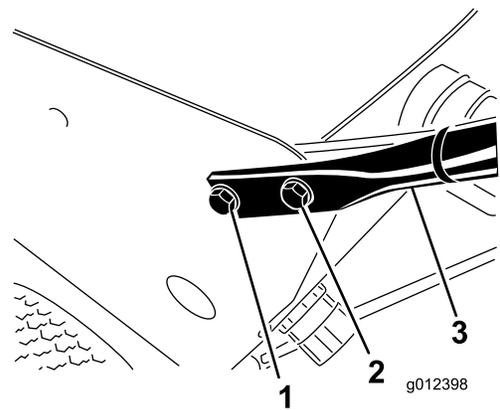

Bild 4
4. Wählen Sie eines der oberen Befestigungslöcher und positionieren Sie den Griff an der gewünschten Betriebsstellung; befestigen Sie den Griff mit zwei Schrauben und Muttern an der Behälterstütze (Bild 4).
3. Befestigen Sie den Griff lose mit zwei Schrauben in den unteren Löchern der Behälterstütze (Bild 4).